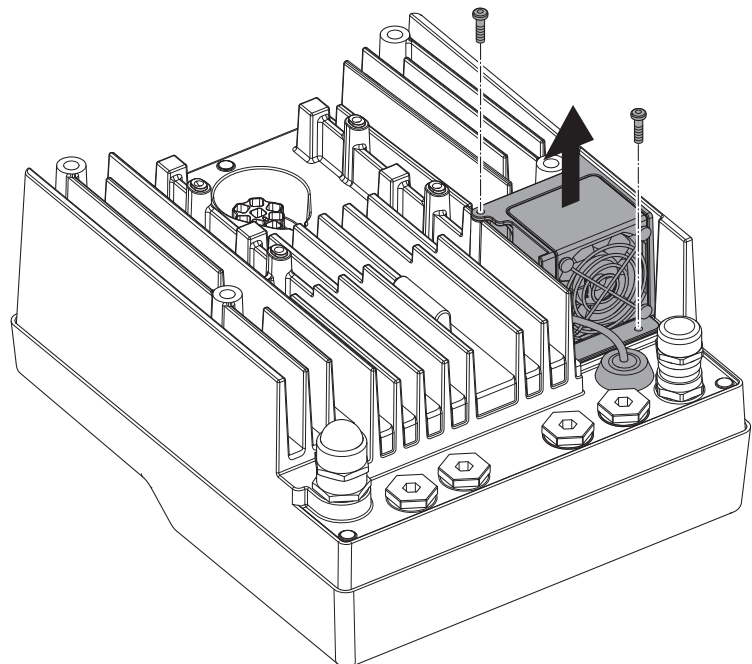

Fig. 47: Αποσυναρμολόγηση του ανεμιστήρα στοιχείου
- Ξεσφίξτε τις βίδες του ανεμιστήρα στοιχείου (Fig. 47).